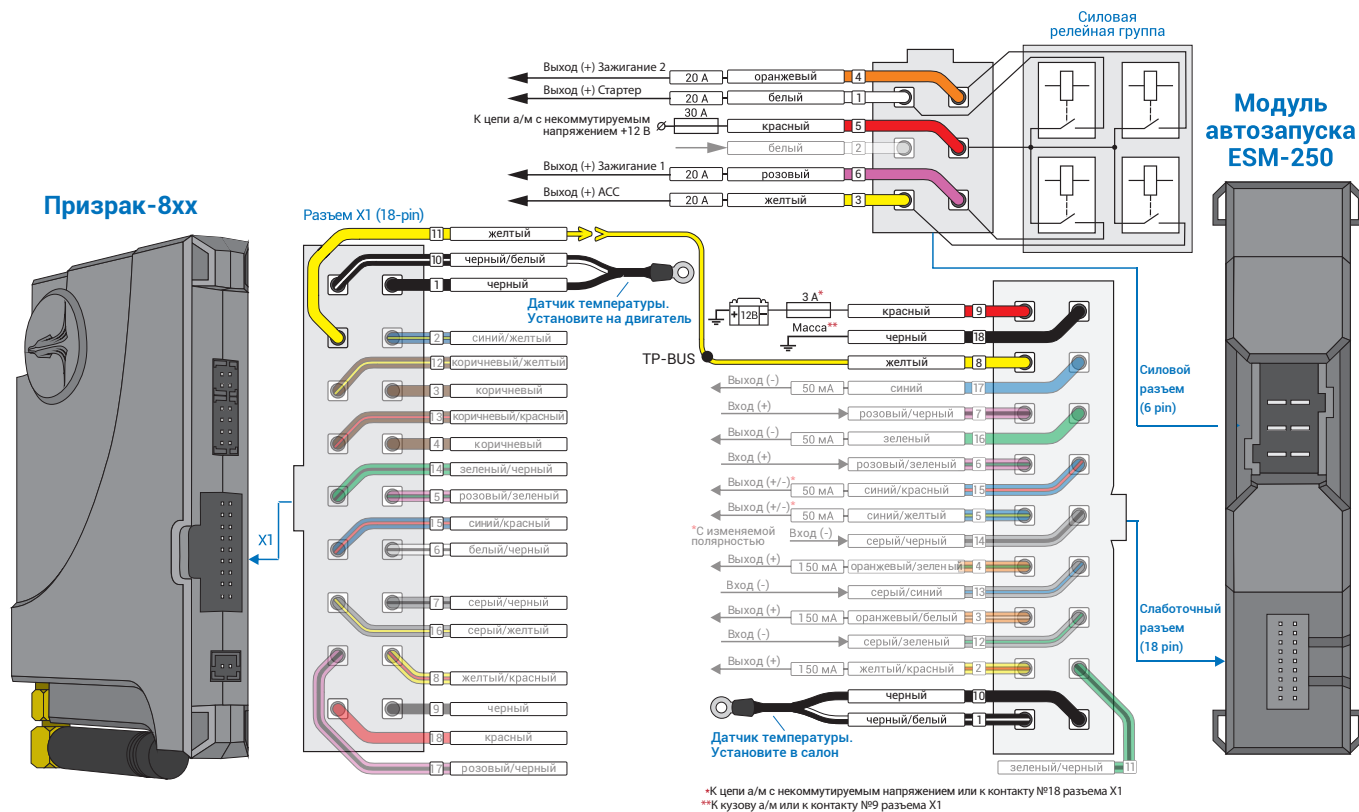
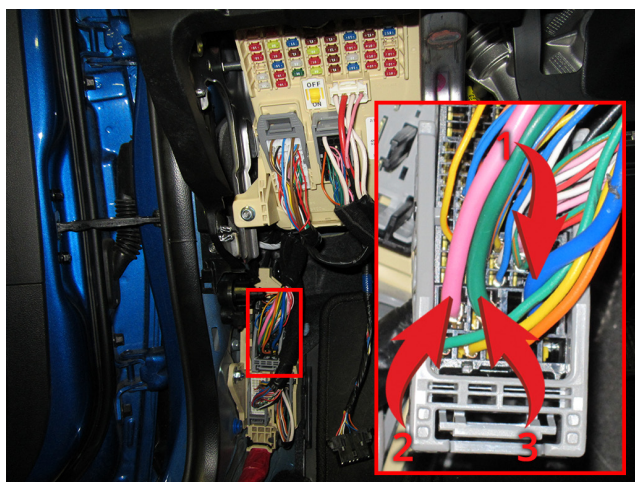
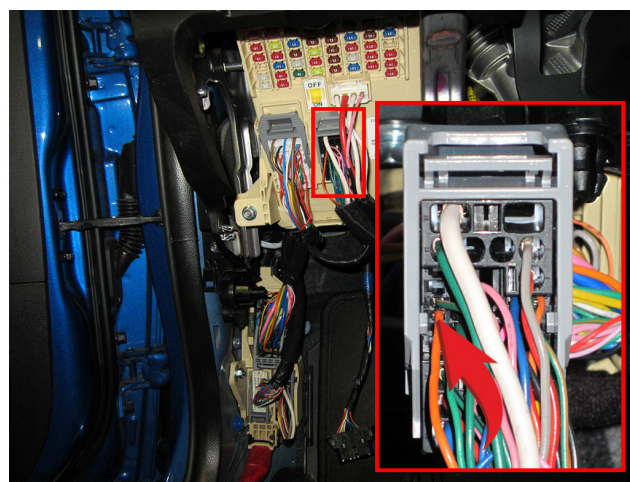

Рис.4 Подключение модуля автозапуска ESM-250
Рис.5 Подключение к силовым цепям запуска двигателя
Рис.6 Подключение к цепи стартера (оранжевый провод)
4. Подключите модуль автозапуска ESM-250 – выводы модуля, которые требуется подключить выделены на рис. 4. Подключение производится в разъеме за левой кик панелью (см. рис. 5) и в разъеме на передней части блока предохранителей (см. рис. 6).